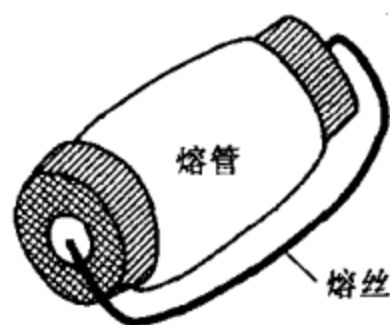

图 4-9 熔管外搭熔丝示意图
(12) 不能随意改变螺旋式熔断器的工作方式。螺旋式熔断器（RL1 型）具有断流能力强、体积小、使用方便和安全可靠等优点，被广泛应用于电器设备的主电路、控制电路及照明电路中作短路保护。当它的熔管内的熔丝熔断以后，应按照负载的额定电流更换新的熔管。但是，有些电工用一根熔丝直接搭在熔管的两头，如图 4-9 所示，装入熔管盒内继续使用。这种做法是不允许的。